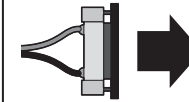

Bild 2
Vor dem Kürzen immer den Netzstecker ziehen. LED-Platinen können jeweils nach **zwölf** LEDs (10 cm) getrennt werden (Bild 2).
2. Verschluss des Einspeisungsverbinders herausziehen (Bild 2).